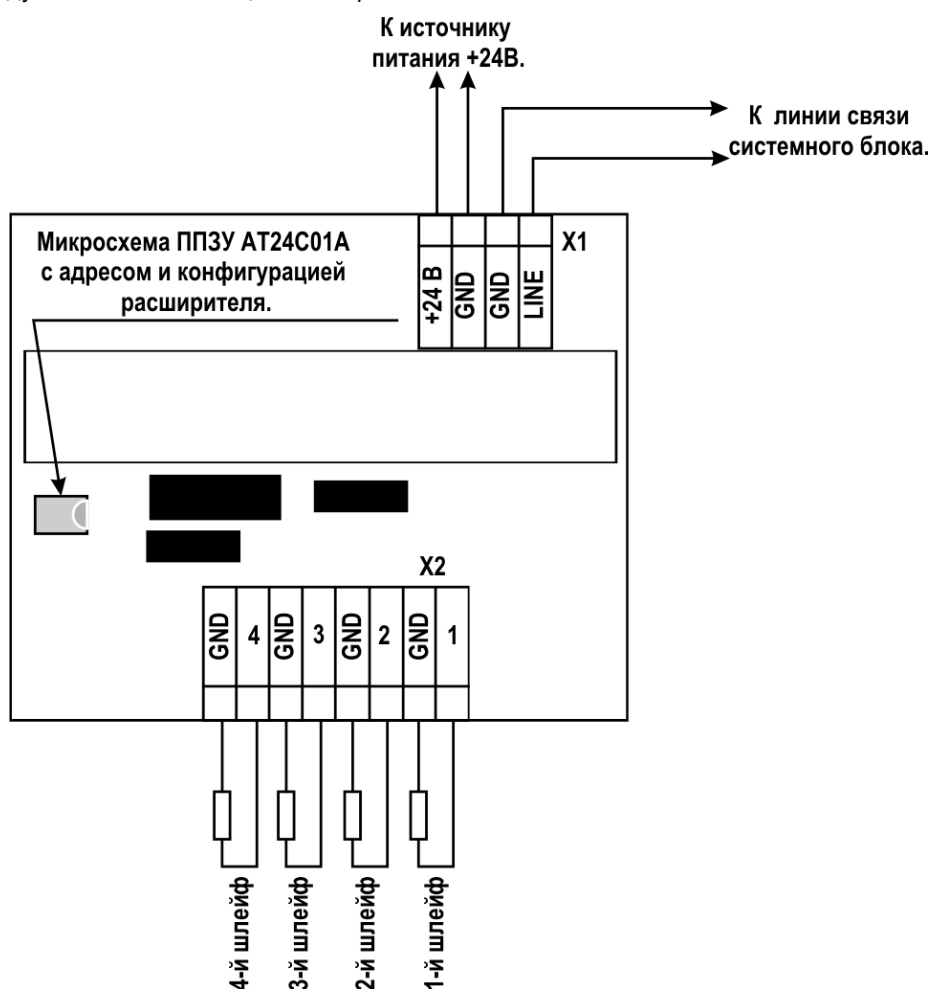

Рисунок 14
Схема внешних подключений модуля СФ-АР5004 приведена на рис.14.
Установка и изменение адреса модуля СФ-АР5004 производится путем записи информации в микросхему ППЗУ AT24C01A (рис.14).
1. **С помощью программатора СФ-ПМ6040.** Выключите питание СФ-АР5004. Извлеките микросхему AT24C01A из платы расширителя и установите ее в программатор СФ-ПМ6040, соблюдая ориентацию ключа (на рис.14 ключ обозначен полукругом на корпусе микросхемы). Подключите программатор к СОМ-порту компьютера. Включите питание компьютера и программатора. Загрузите файл с расширением "tmc2", содержащий адрес и параметры модуля, в микросхему AT24C01A используя программу PGM3. Выключите питание программатора и извлеките из него микросхему AT24C01A. Установите микросхему на плату СФ-АР5004. Для правильной установки микросхемы соблюдайте ориентацию ключа (на рисунке 16 ключ обозначен полукругом на корпусе микросхемы). Важно!!! При неправильной установке микросхема может выйти из строя. Включите питание модуля СФ-АР5004.